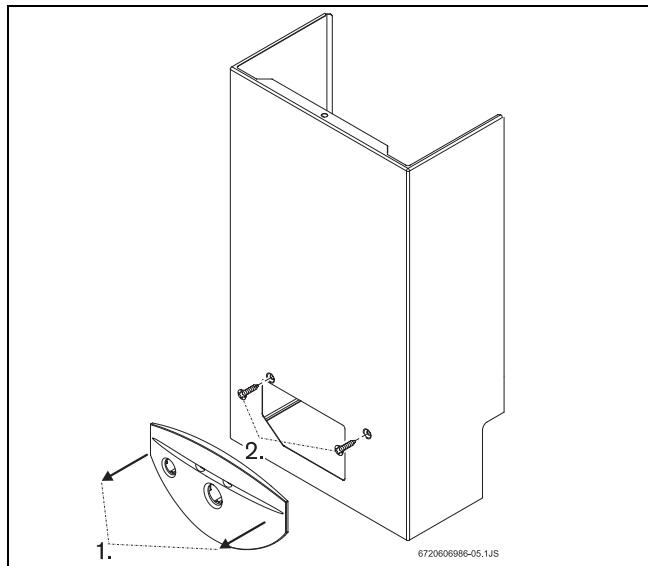

Fig. 11 Smontaggio mantellatura
- ▶ Distaccare il pannellino frontale tirandolo verso l'esterno (→Fig. 11, pos. 1).
- ▶ Svitare le due viti (→Fig. 11, pos. 2).